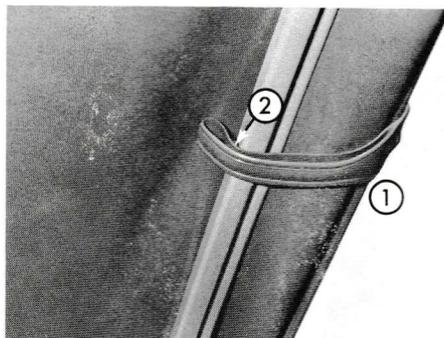

Abb. 25 - Öffnen des Rollverdeckes, vorn
- Klapprahmen (Abb. 25) mit Hilfe der Halteschlaufe (1) und des Druckknopfes (2) befestigen.